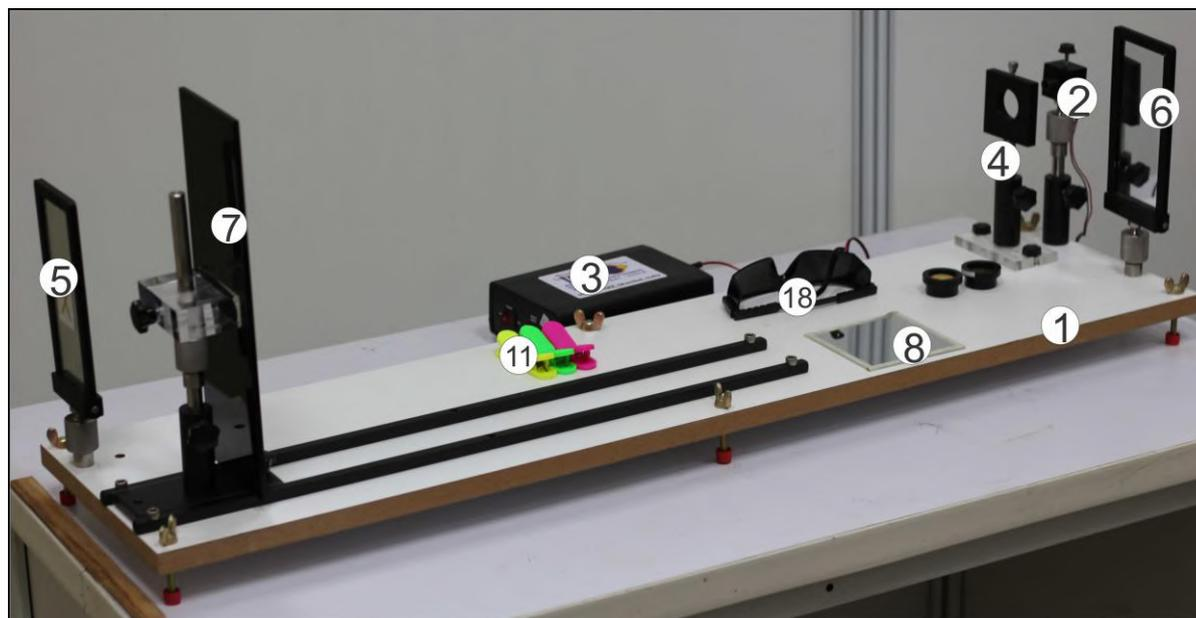
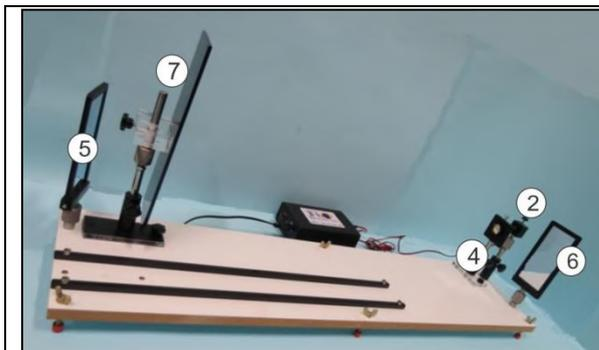

図 2: 実験 E-I で使用する実験器具
図6: スクリーンの位置の例。スクリーンは図2と異なる位置に固定されている。必要に応じて適切な位置に設置すること。
**スクリーンと固定器具 [7]**: スクリーンはボールジョイントと基盤に取り付けられており、向きの調整が可能である(図5)。スクリーンは図2や図6のように固定して使える。
デジタルノギス [14]: デジタルノギスは固定器具に取り付けられている(固定器具は実験E-IIで使用する)。デジタルノギスにはOn/Offスイッチ、表示を0に戻すリセットスイッチ、単位(mm/inch)を選択するスイッチ(mmから変更しないこと)、固定ネジ、図2で右側の刃を動かすためのノブが付いている。